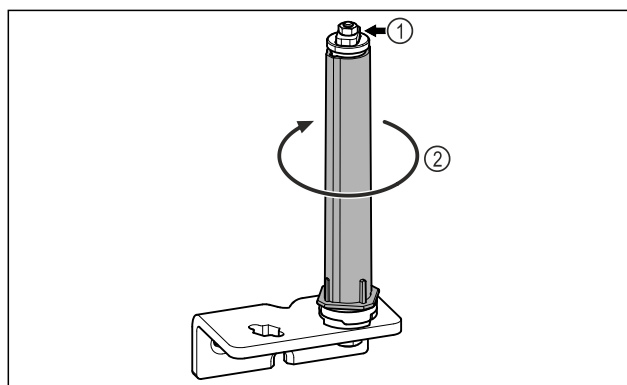

Fig. 29
- ▶ Arge võtke ukse sulgemissüsteemi lahti Fig. 29 (1).
- ▶ Keerake sulgemissüsteemi Fig. 29 (2), kuni see klõpsub.